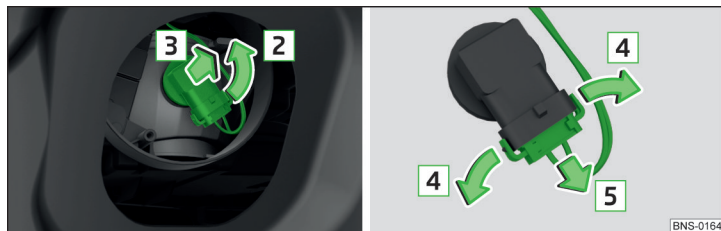

Fig. 376 Înlocuirea becului farului de ceață
- Rotiți soclul împreună cu becul incandescent până la limită în sensul săgeții **2** » fig. 376.